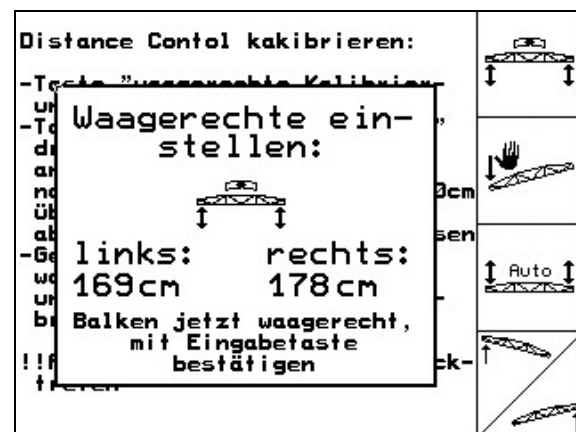

Fig. 29
4.  ,  Gestänge waagerecht ausrichten. Die aktuelle Höhe der beiden Sensoren wird stetig angezeigt (Fig. 29).